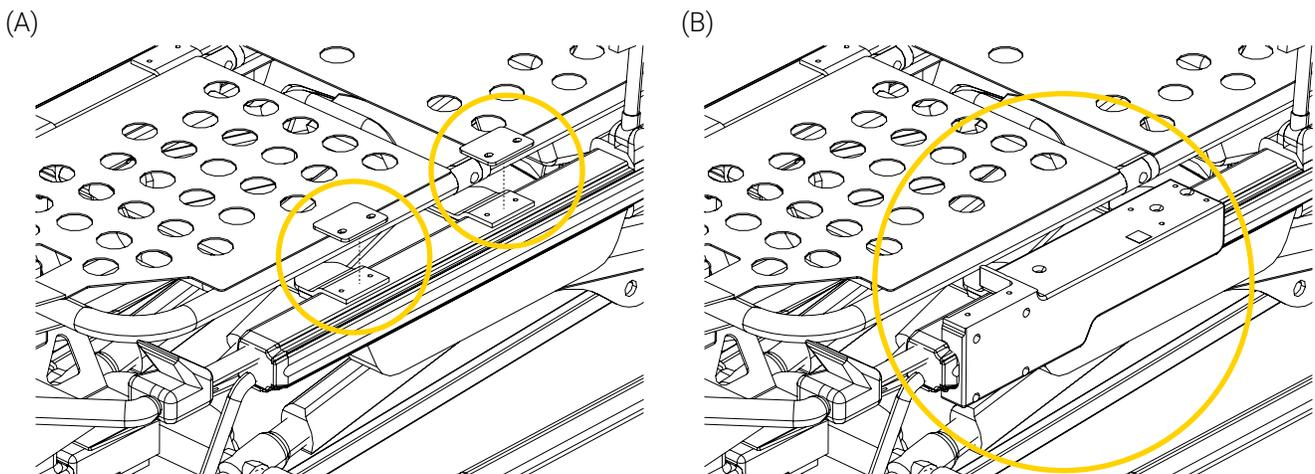

Figure 27: Position des entretoises et de la partie extérieure du Bloc d'ancrage de rail XTPA-PPXT
2. Placer deux (2) entretoises sur le dessus du cadre de la civière (Figure 27 A), suivi de la partie extérieure du Bloc d'ancrage de rail XTPA-PPXT (Figure 27 B) sur la partie externe du cadre, en alignant les trous de fixation.